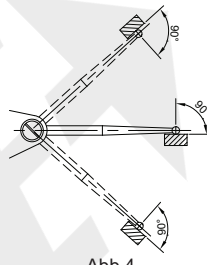
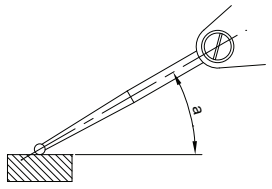

Abb.4
Abb.5
3. Während der Messung sollten die Taststifte senkrecht zur Messrichtung stehen (Abb. 4). Wenn der Taststift in einem Winkel zur Messrichtung steht (Abb. 5), sollte die folgende Korrektur vorgenommen werden.